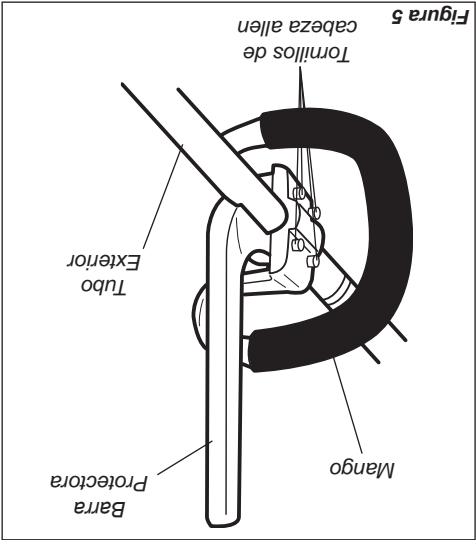

Figura 5
1. La fábrica instala el mango en el tubo exterior y es posicionado verticalmente. Consulte la figura 5.